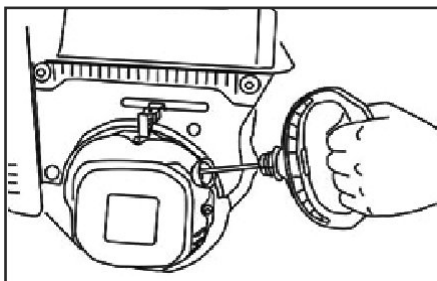

Рис.22 Запуск ручным стартером
1. Откройте топливный кран, переместив рычаг топливного крана в рабочее положение (ON).
3. Переведите рычаг газа (Рис. 22) на 1/3 хода в сторону положения максимальных оборотов двигателя (обозначение зайца на наклейке - максимальные обороты, черепахи - холостые обороты).